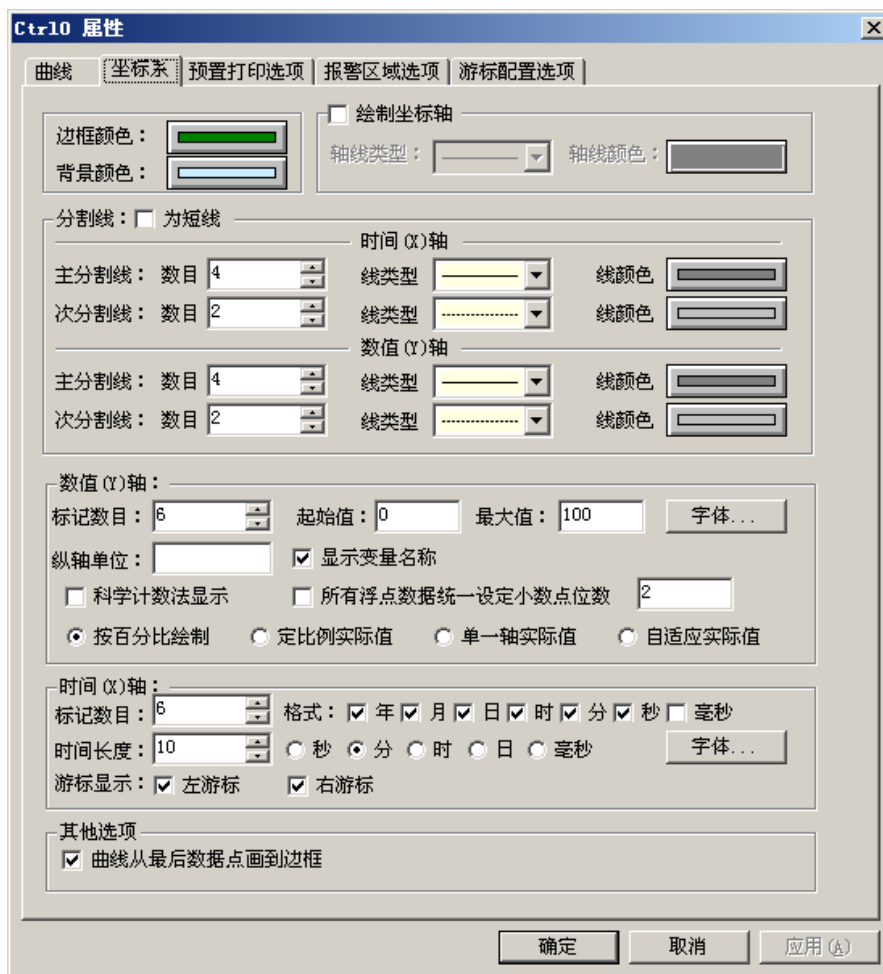

图 4-10 坐标系属性页
- 坐标系属性页：历史曲线控件中的“坐标系属性页”对话框，如图 4-10 所示。在此属性页中您可以设置历史曲线控件的显示风格如：历史曲线控件背景颜色、坐标轴的显示风格、数据轴、时间轴的显示格式等等。在“数值轴”中如果“按百分比绘制”被选中后历史曲线变量将按照百分比的格式显示，否则按照实际数值显示历史曲线变量。